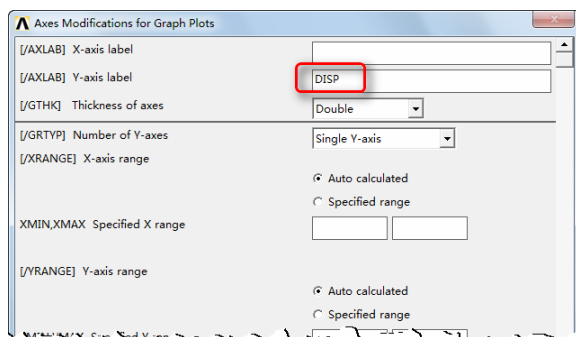

图 14-42 “Axes Modifications for Graph Plots” 对话框
⑧设置坐标 2: Utility Menu > PlotCtrls > Style > Graphs > Modify Axes, 弹出“Axes Modifications for Graph Plots”对话框, 在“[/AXLAB] Y-axis label”文本框中输入“DISP”, 如图 14-42 所示, 单击“OK”按钮。